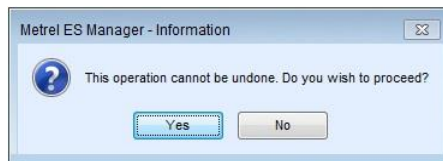

Abbildung 7.7: Bestätigungsinformationsfenster für Einfügen als gleich
- **Keine gleichen eindeutigen Identifikationen:** Vorgang wird mit Bestätigungsfenster fortgesetzt, **Abbildung 7.7**